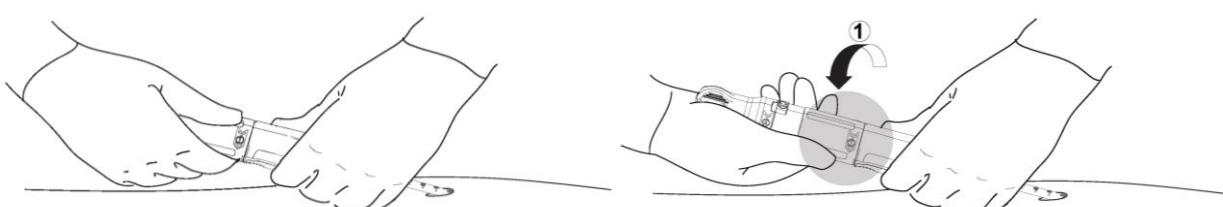

Figura 12. Paso 1 del accionamiento del dispositivo de cierre PerQseal® (Desenvaine del implante).
Tome el extremo distal del mango del dispositivo de cierre PerQseal® (el más cercano al paciente). Estabilice el dispositivo en posición apoyando la mano en el paciente, figura 12.
- Coloque la mano en la leva de la vaina, marcada con el número «1», y rote la empuñadura 180° en el sentido indicado hasta alinear los puntos. Cerciórese de que la mano que sujetó el extremo distal del mango se permanezca invariable y que el mango se mantenga inmóvil durante la rotación, figura 12. El implante se encuentra ahora expuesto dentro de la arteria.